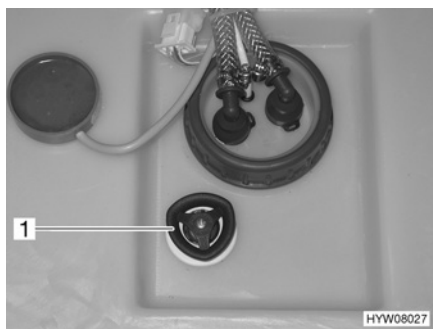

Fig. 103 Réservoir d'eau avec poignée tournante
- Faire tourner à fond dans le sens des aiguilles d'une montre la poignée tournante (Fig. 103,1) située sur le réservoir d'eau.
- Faire tourner la poignée tournante (Fig. 103,1) située sur le réservoir d'eau dans le sens inverse des aiguilles d'une montre jusqu'à ressentir une résistance. L'eau s'écoule, env. 20 litres restent.